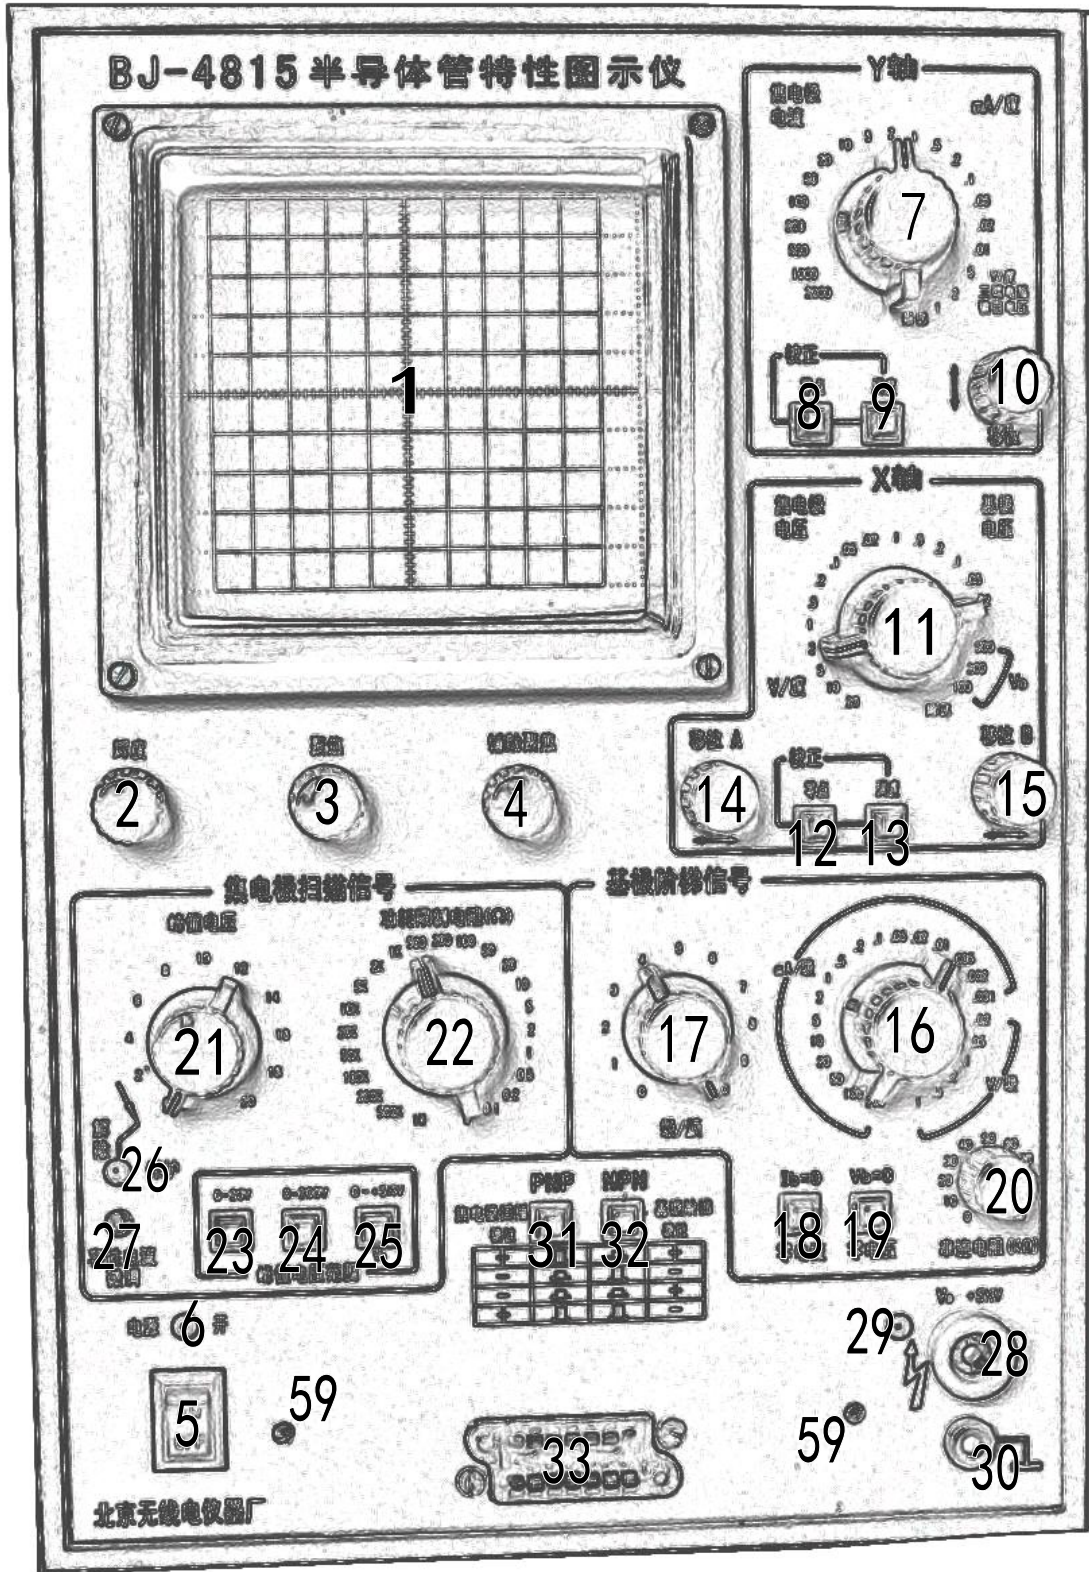
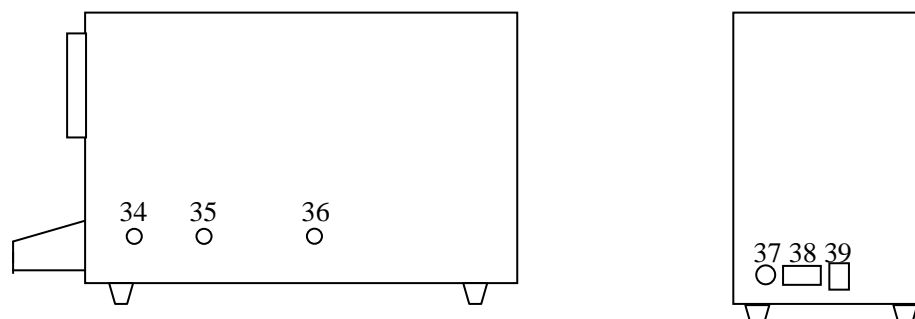

图 2
图 3
4.1.1 面板(图 2)与机箱(图 3)
4.1.2 机箱(图3)